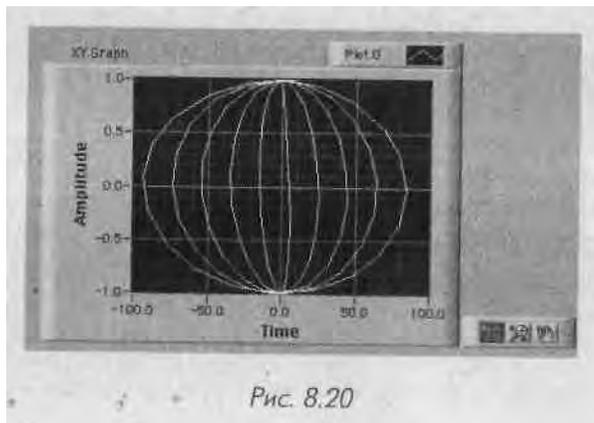

Рис. 8.20
Графики, используемые вами в предыдущих главах, создаются путем построения осциллограмм, точки которых получены через регулярные интервалы времени. Однако, если вы получаете данные через нерегулярные интервалы или хотите построить математическую функцию, имеющую несколько значений  $Y$  для одного значения  $X$ , то вам необходимо задать точки графика, используя их координаты  $(X, Y)$ . **Двухкоординатные (XY Graphs)** графики строят подобные кривые. На их вход необходимо подавать типы данных, отличные от тех, **которые** поступали на графики осциллограмм. Однолучевая двухкоординатная осциллограмма (XY) и соответствующий терминал на блок-диаграмме показаны на рис. 8.20 и 8.21.